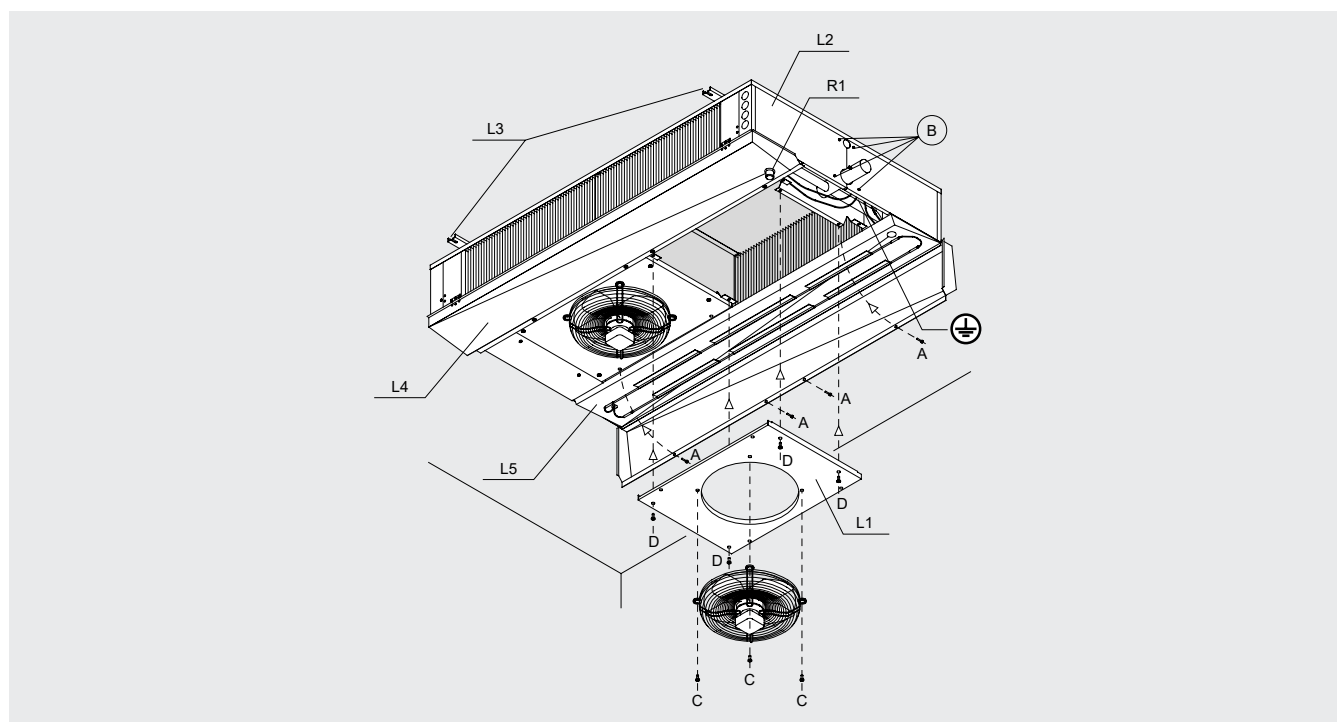

Figure 7
- 8.9 Dévisser les poignées de fixation pour ouvrir les bacs L4, les accompagner lentement jusqu'à la position représentée sur la "Figure 7".